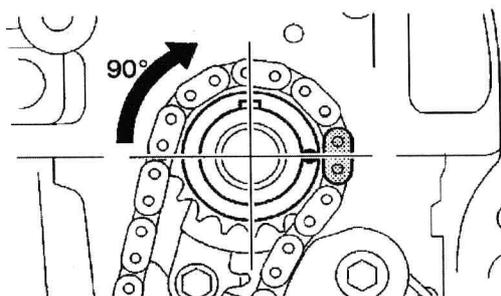

图 1-27 曲轴键朝上
(9) 按顺时针方向转动曲轴 90°，并将曲轴键朝上，如图 1-27 所示。